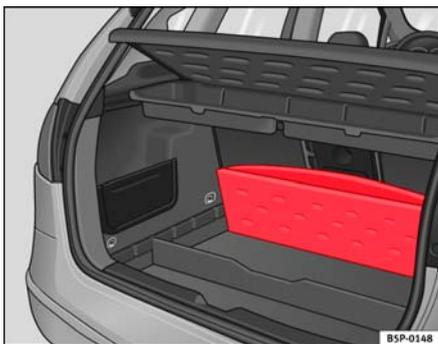

Fig. 104 Tapa maletero plegable
- Levante el piso del maletero y pliégelos hacia atrás, hasta su totalidad ⇒ fig. 104.